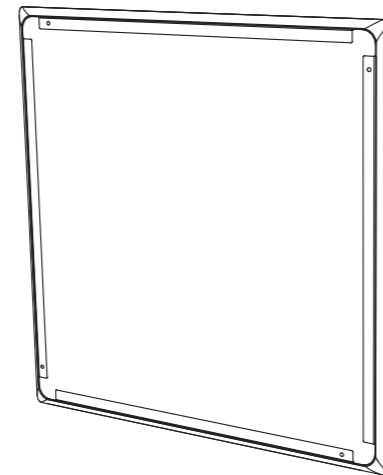

Fig. 19. Install the paint mask
- Wciśnij maskę farby do przedniej części tylnej puszki, gdzie będzie utrzymywana na miejscu za pomocą magnesów. Maskę tę należy pozostawić na miejscu, gdy sufit i obramowanie ramy są pomalowane (Rys. 19).